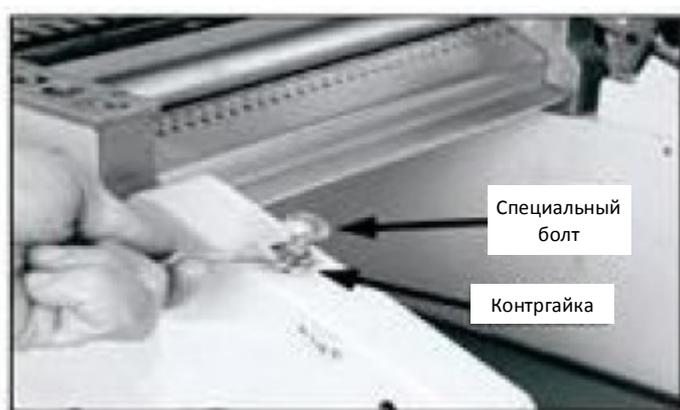

Рис. 51. Болт рычага фиксации стола
4. Ослабить контргайку на специальном болте, как показано на рис. 51.